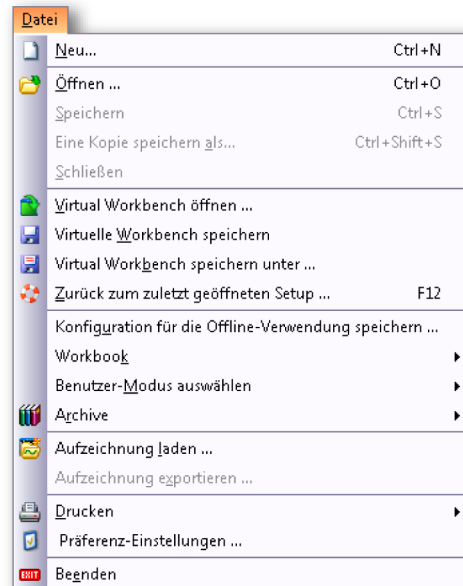

Abbildung 9.1: Dateimenü
- 3 Klicken Sie auf **Öffnen**. Nähere Einzelheiten finden Sie unter Abbildung 9.1 "Dateimenü" Seite 353.